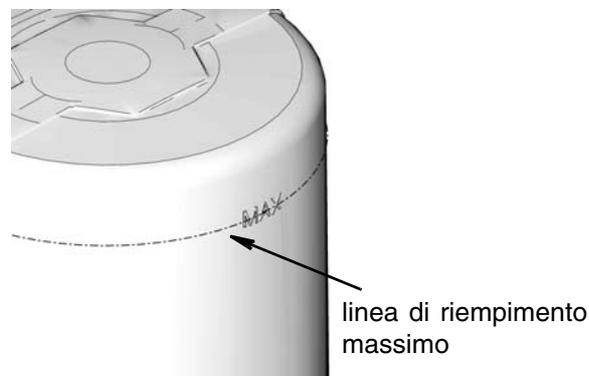

FIG. 8
- Non riempire troppo (FIG. 8).